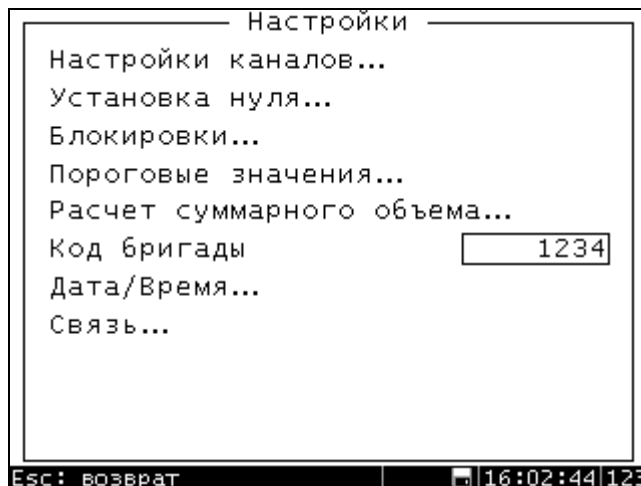

Рис. 5. Меню "Настройки..." прибора ИВЭ-50 модели 311.
2.5.2 Меню "Настройки..." (рис. 5). Для доступа ко всем пунктам главного меню требуется ввести пин-код уровня Pin2 (уровень специалиста службы КиП). Во время эксплуатации в бригаде достаточно уровня доступа Pin1 (уровень бурового мастера).